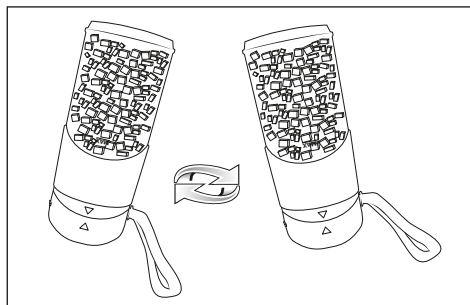

Fig. 1
- La lame en croix ❸ est extrêmement tranchante ! Procédez de ce fait avec la plus grande prudence lorsque vous retirez et mettez en place le couvercle ❶. Ne retirez pas le couvercle ❶ avant que la lame en croix ❸ ne se soit arrêtée.
- 1) Versez les ingrédients préparés dans le gobelet ❸, en commençant par les ingrédients liquides, suivis des fruits.
❶ Remarque
- Ne dépassez jamais le repère MAX situé sur le gobelet ❸ ! L'appareil ne peut alors plus mélanger correctement les ingrédients.
- 2) Placez le couvercle ❶ sur le gobelet ❸ et vissez-le fermement dans le sens horaire.
- Un mécanisme de sécurité veille à ce que l'appareil ne puisse fonctionner que si le couvercle ❶ est correctement vissé. Un voyant lumineux ❹ qui clignote 5 fois en rouge signifie que le couvercle ❶ n'est pas vissé correctement. Veillez à ce que la flèche  sur le couvercle ❶ et celle sur le gobelet ❸ soient alignées. Le couvercle ❶ est correctement fixé si le voyant lumineux ❹ clignote 5 fois en blanc.
- 3) Appuyez deux fois sur l'interrupteur à pression marche/arrêt  ❷ pour démarrer l'appareil. Ce faisant, tenez fermement l'appareil dans la main. L'appareil commence à fonctionner, le voyant lumineux ❹ s'allume en blanc.
- 4) Retournez l'appareil de telle manière que le couvercle ❶ soit dirigé vers le bas. Pour que les ingrédients se répartissent mieux, vous pouvez bouger l'appareil pendant qu'il broie les aliments. Tenez l'appareil fermement dans la main et inclinez-le de gauche à droite (voir fig. 1). Faites attention à ce que le couvercle ❶ ne se détache pas du gobelet ❷.